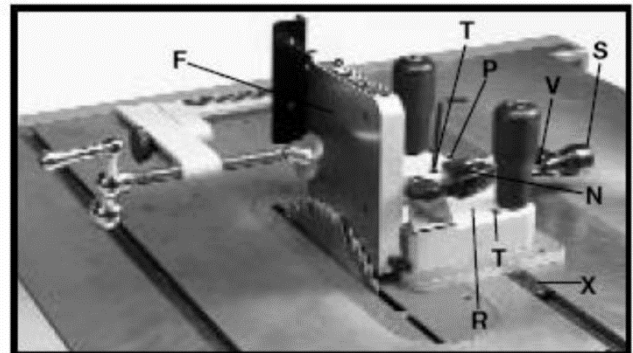

Рисунок 17
6. Ослабьте рукоятку (N), нажмите кнопку быстрого расцепления (P), Рис. 17, и сдвиньте устройство (R) до совмещения вертикального упора (F) с диском пилы. Затяните рукоятку (N).
7. Убедитесь в том, что вертикальный упор (F), Рис. 17, расположен параллельно диску пилы.
8. Если требуется регулировка, ослабьте рукоятку (N), Рис. 17, нажмите кнопку быстрого расцепления (P) и сдвиньте шипорезное устройство до совмещения отверстий (T) с направляющей планкой (X). Таким образом, станут доступными установочные винты. Ослабьте два установочных винта внутри отверстий (T) и установите шипорезное устройство (R) так, чтобы вертикальный упор (F) был расположен параллельно диску пилы. Затяните установочные винты в отверстиях (T).
9. Сдвиньте устройство (R), Рис. 17, от диска пилы на 3 мм так, чтобы вертикальный упор (F) не касался пильного диска. Затяните рукоятку (N).